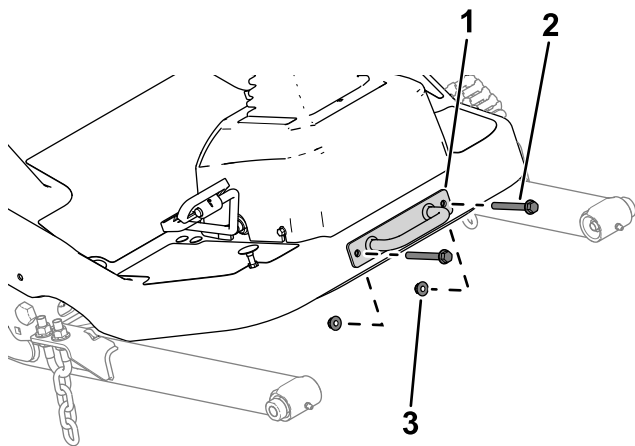

Bild 17
1. Entfernen Sie die Befestigungshalterung von der Plattform (Bild 17).